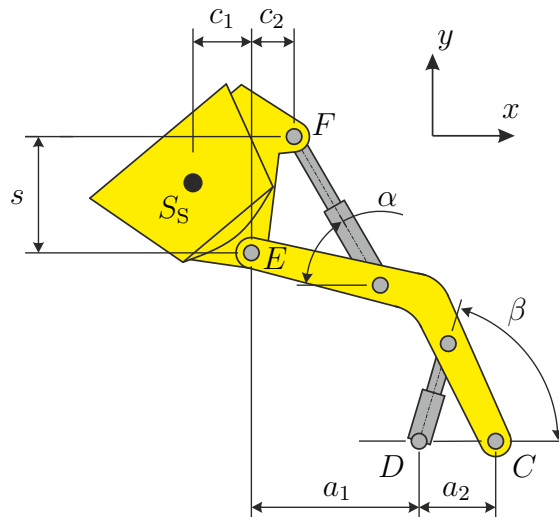

Abbildung 2: Baggerarm mit Schaufel und Hydraulikzylindern.
- b) Berechnen Sie die Kraft f_D im Hydraulikzylinder 1 sowie die Komponenten $f_{C,x}$, $f_{C,y}$ der Schnittkraft im Drehpunkt C. Schneiden Sie dazu den Baggerarm mit Schaufel und Hydraulikzylinder aus Abbildung 2 vom Fahrzeug frei und fertigen Sie eine Schnittskizze an. Schreiben Sie die entsprechenden Gleichgewichtsbedingungen explizit an. Die Reibung in den Drehachsen kann dabei vernachlässigt werden.